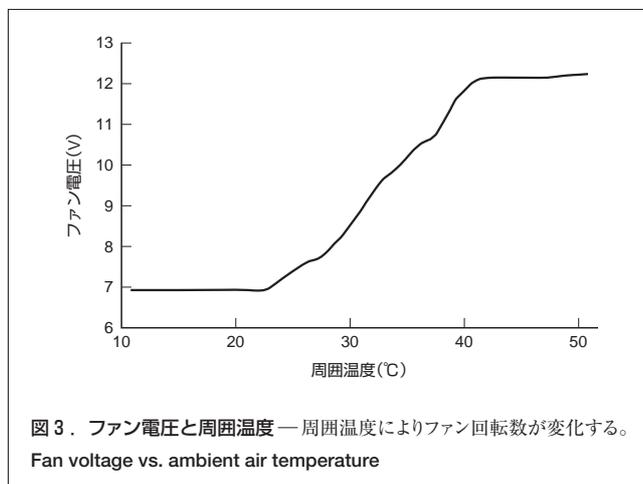

図3. ファン電圧と周囲温度 — 周囲温度によりファン回転数が変化する。
**2.1.2 電源ファンとメインファンの電圧制御** 電源ユニットの場合、出力パワーの増加による騒音値の悪化が予想され、これに対する対策が必要である。ベンダーとの共同評価により、出力パワーに関係なく、周囲温度が25℃までは、最低電圧で回転するような電圧制御機能を装備して、平均的使用条件下での騒音を必要最低限となるよう工夫した(図3)。